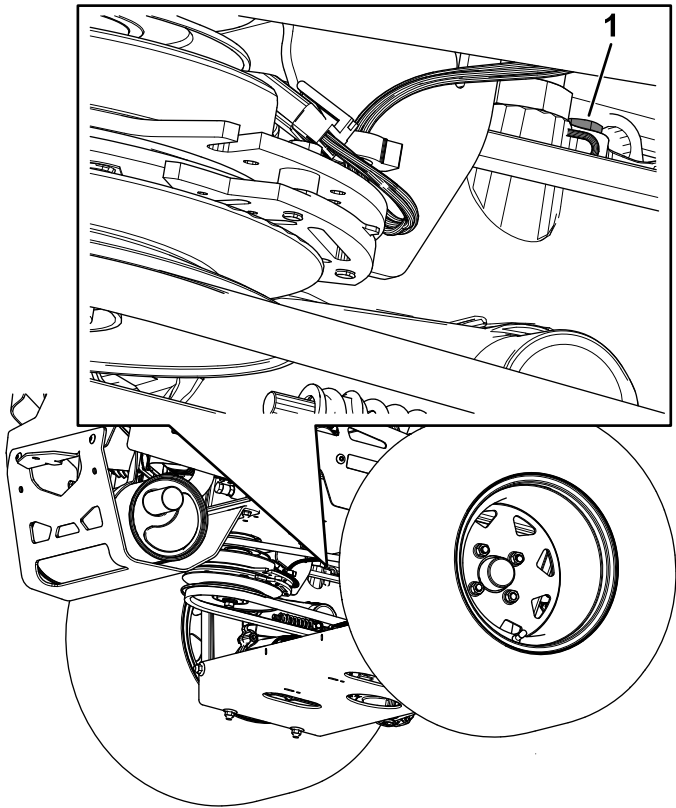

Figura 88
- **Transmisiones hidrostáticas ZT 5400:** utilice una llave de 7/16" para acceder al tapón de ventilación desde debajo de la máquina (**Figura 88**).